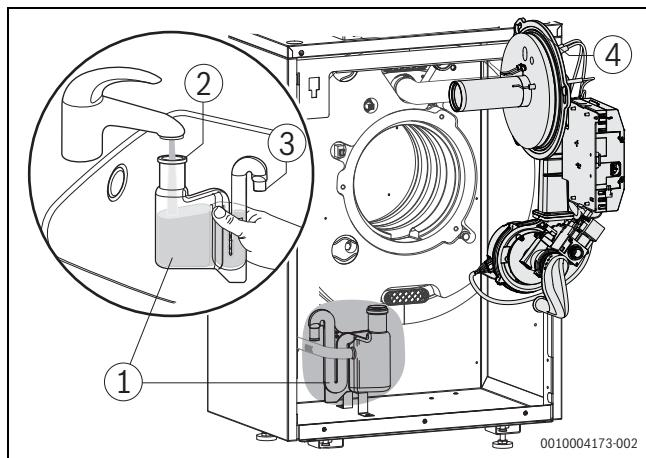

Bild 69 Siphon reinigen
- ▶ Vor Brennermontage den richtigen Sitz des O-Rings (→ Bild 69, Seite 42[4]) überprüfen und ggf. korrigieren.